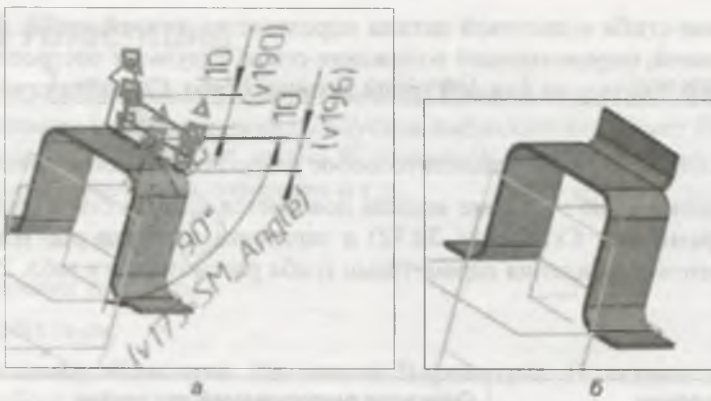

Рис. 29.11. Фантом сгиба (а); сгиб на модели 2 (б)
- ◆ нажмите кнопку **Сгиб** — в окне модели появляется фантом сгиба (рис. 29.11, а). На панели **Параметры: Сгиб** (рис. 29.12) в заголовке имеются все команды группы **Сгиб**. Элементы управления параметрами сгиба рассмотрены в табл. 29.3;
- ◆ нажмите кнопку **Создать объект**. У вас должно получиться как на рис. 29.11, б. В **Дереве** модели появился элемент **Сгиб 1**. Сохраните листовую деталь под именем Скоба 2.1.